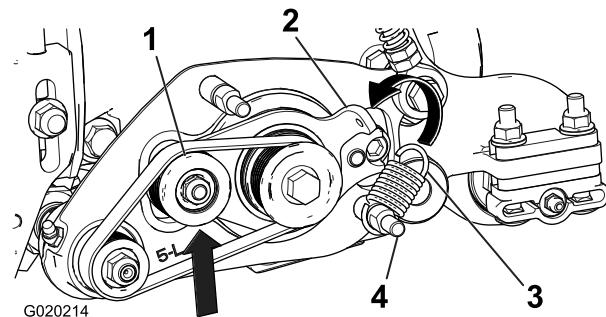

図 13
29. アイドラスプリングクラーをグルーマプレートの溝に引っ掛け取り付け、アイドラプーリを押し上げて、スプリングの他方の端部をアイドラプレートタブの穴に引っ掛ける（図 13）。スプリングのフックの開いている側が駆動プーリを向くように取り付けること。